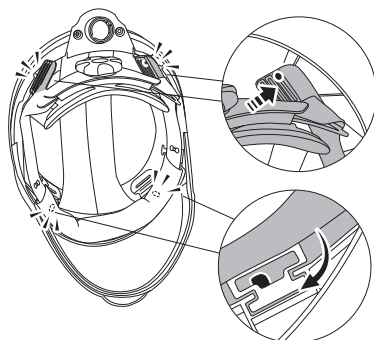

fig.3b
Paso 2: Una vez ajustado, vuelva a colocarlo en el protector facial (4 puntos ajustables) (Ver fig.3b). Asegúrese de que el casco interno no esté torcido.